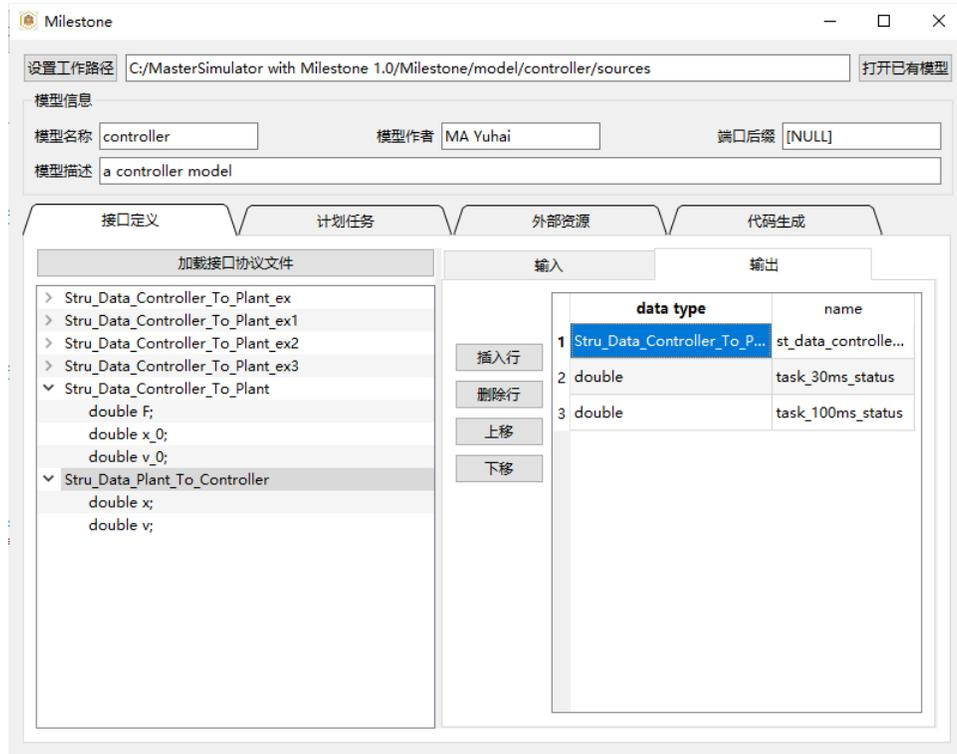

图 4.5: 拖动结构体定义到输出
- 也可以直接键入接口定义表格中的内容，录入后可以通过中间的编辑按钮，对输入、输出列表中的行数据进行编辑，如图 4.5。